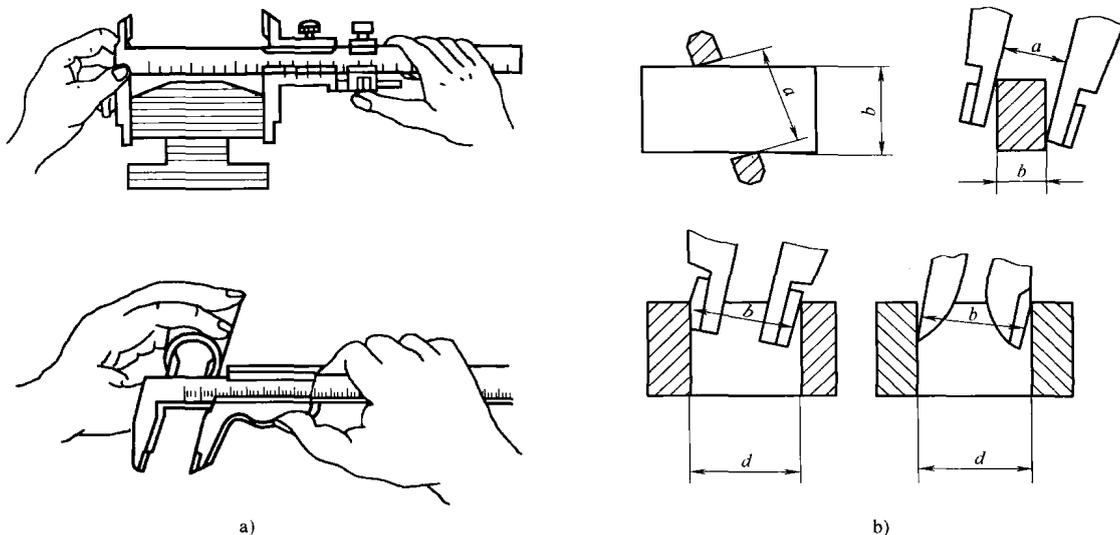

图 1-15 测量爪测量位置示意图
(5) 在测量零件的外径、内径和沟槽时, 测量爪要放正, 不能倾斜。测量圆形零件直径时, 应在零件轴线的平面内进行测量, 如图 1-15 所示。